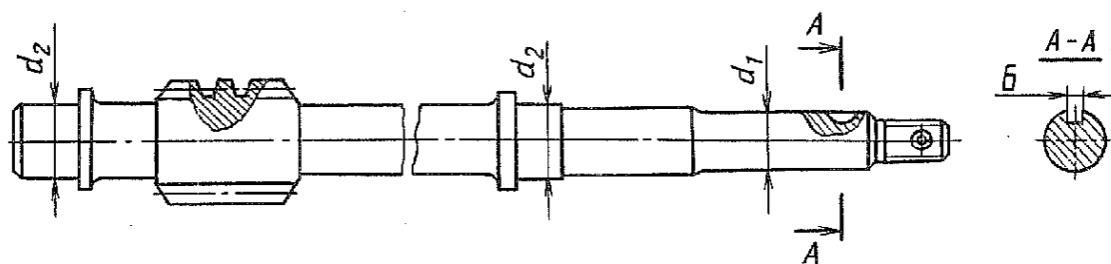

Рис. 211. Червяк редуктора лебедки
2.2. Червяк редуктора лебедки (рис. 211)